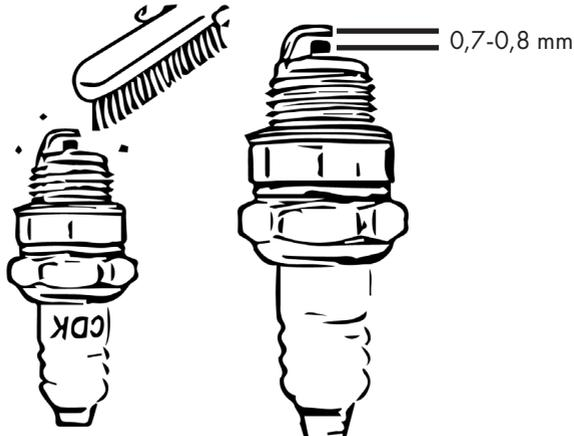

Abbildung 17
- Entfernen Sie die Ablagerungen an der Zündkerze. Siehe Abb. 17.
- Stellen Sie den Elektrodenabstand mit einem Sollwert von 0,7-0,8 mm ein. Siehe Abb. 17.